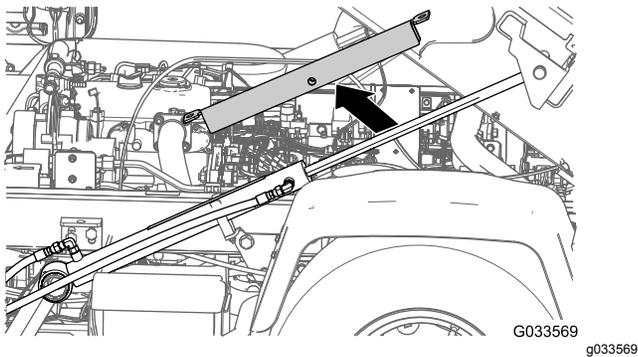
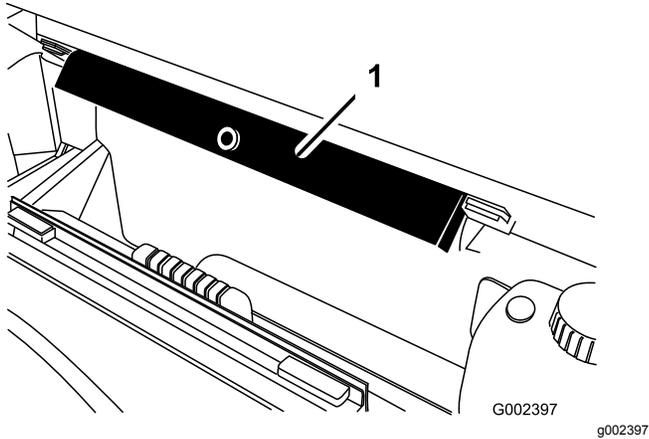

Bild 34
Bild 35
- Entfernen Sie die Ladepritschenstütze von dem Hubzylinder und lagern Sie die Stütze in den Lagerungshalterungen an der Rückseite der Überrollschutzplatte (Bild 34 und Bild 35).